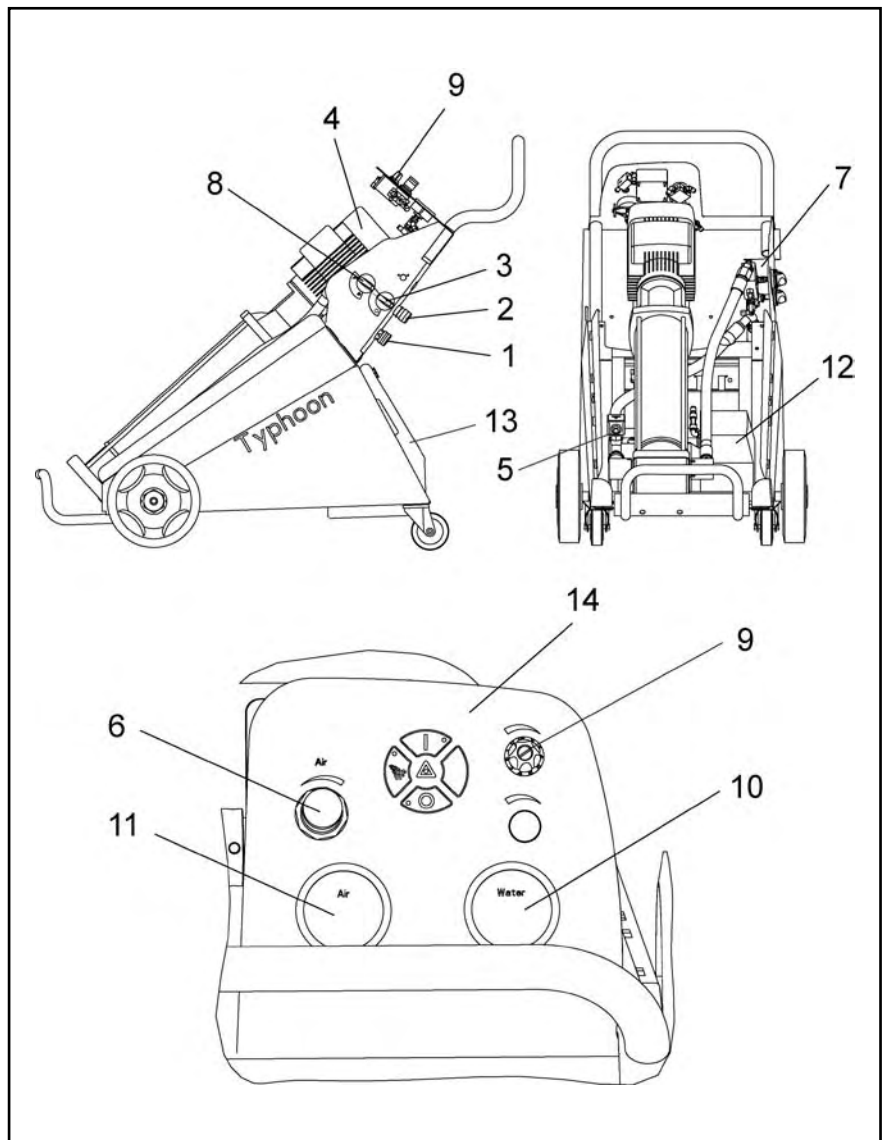

Figura. 3
Typhoon/Dual (Figura 3, sistema de recipientes)
1. Apague el Typhoon pulsando el botón de parada "0" (figura 3).